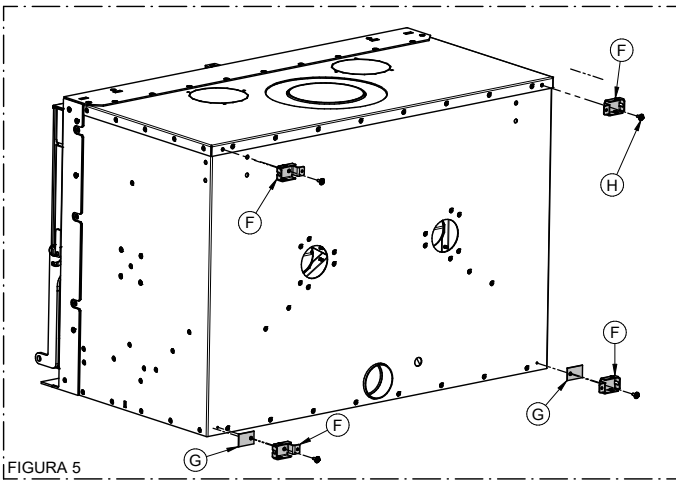

FIGURA 5
- 5) Instale la barra de ventilación (P) y los soportes (O) y (N) con los 2 tornillos (M) (véase la figura 5). A continuación, coloque los componentes previamente desmontados.
- 5) Ensamble en ambos lados los pernos F, enroscándolos con las arandelas correspondientes O e interponiendo, solo en la parte inferior, las arandelas G (véase la figura 5).
- 5) Instale los soportes F con los tornillos H, colocando los espesores G solo en la parte inferior (véase la figura 5).